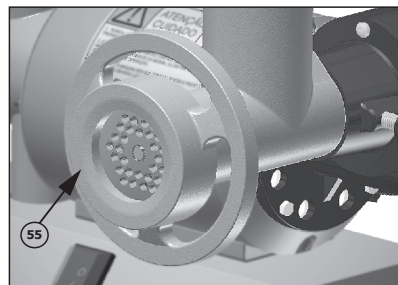

Figura 6
-Em seguida coloque e rosqueie o volante do moedor (55) até encostar no disco para moer conforme *figura 6*. Não há necessidade de aperto, apenas encoste.